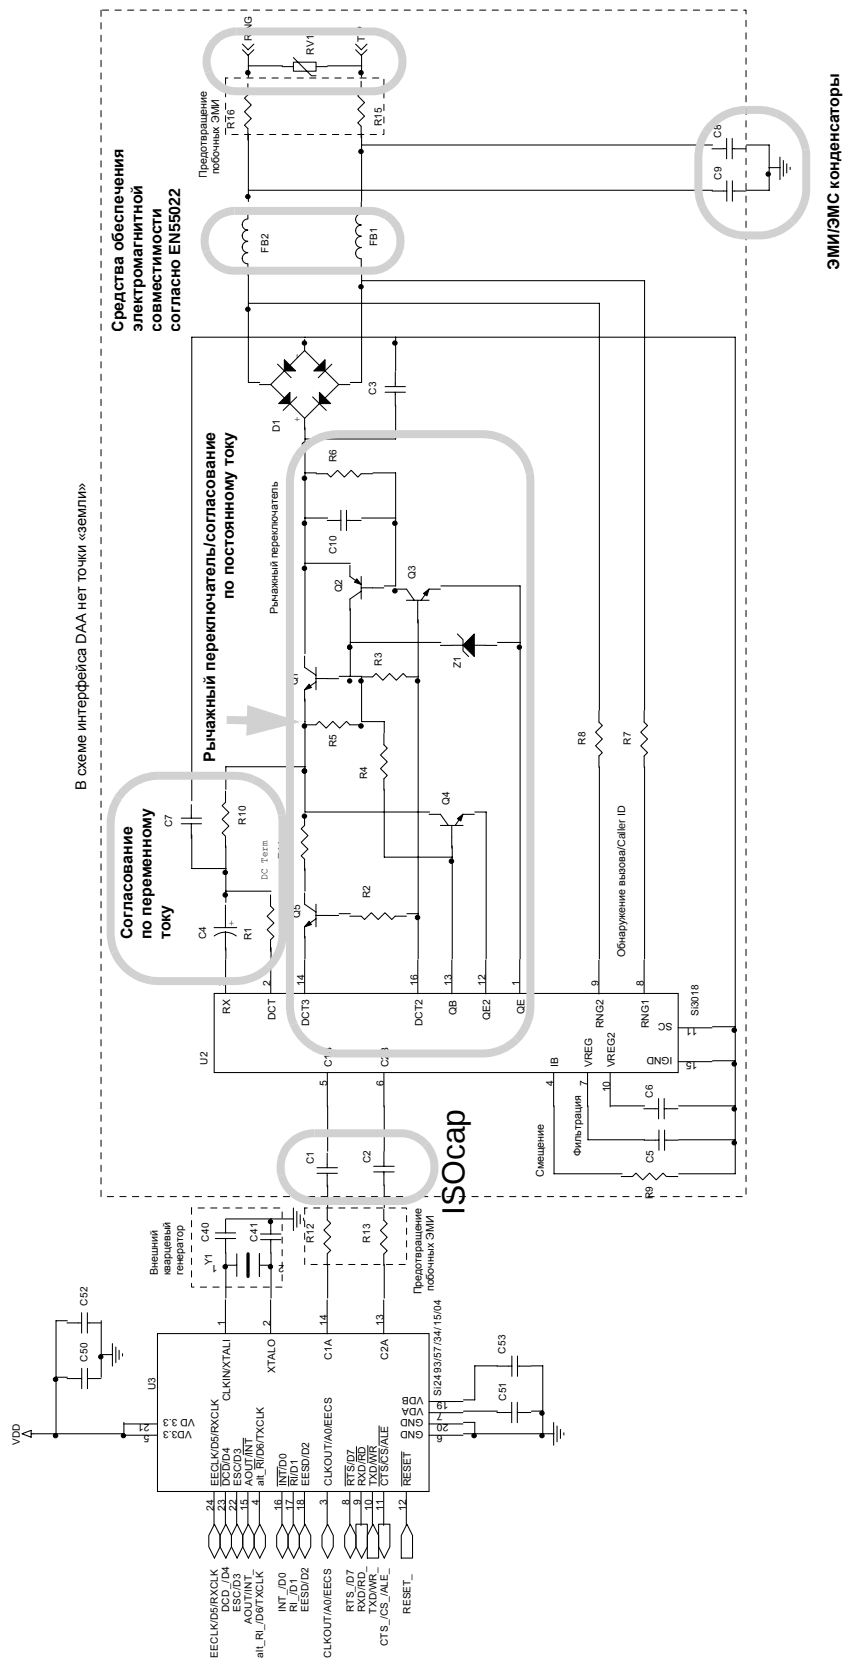

Рисунок 2. Функциональное назначение компонентов внешней схемы обвязки Si3018/10
ИС модема Si2493/57/34/15/04 содержит контроллер, DSP, память программ (ПЗУ), память данных (ОЗУ), последовательный и параллельный интерфейсы, кварцевый генератор и интерфейс емкостной развязки. Из рис.2 на стр.8 ясно видно, что, несмотря на достаточно сложную внутреннюю структуру ИС, внешняя схема обвязки очень простая. В следующем разделе описаны функционирование и использование выводов, а также рассмотрены некоторые важные моменты, касающиеся выбора и размещения компонентов.
Si3018/10 представляет собой ИС DAA или интерфейса со стороны линии связи и содержит АЦП, ЦАП, схему управления и интерфейс ISOCap. Si3018/10 совместно с внешней схемой обвязки реализуют все функции интерфейса телефонной линии, включая двухполупериодную мостовую схему, рычажный переключатель, согласование по постоянному и переменному току, детектирование сигнала вызова, мониторинг напряжения и тока в линии, а также контроль процесса вызова. Схема включения Si3018/10 и функциональное назначение компонентов внешней схемы обвязки приведены на рис.2. Кроме этого, внешняя схема обвязки Si3018/10 отвечает за уровень электромагнитного излучения, электромагнитную совместимость, безопасность и оказывает существенное влияние на производительность модема.
Схемы рычажного переключателя и согласования по постоянному току показаны на рис.2 на стр.8. Q1, Q2, Q3, Q4, R5, R6, R7, R8, R15, R16, R17, R19 и R24 реализуют функцию рычажного переключателя. Для перевода модема в режимы «on-hook»/ «off-hook» используются выводы 13 (QB) и 1 (QE) ИС Si3018/10.